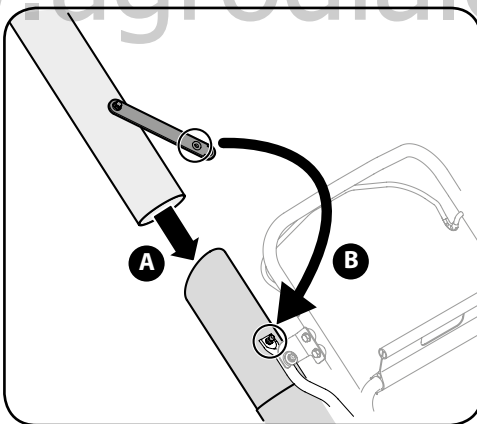

Рисунок 4-6
- б. Прикрепите жгут удлинителя шланга к штырьку на шланге в сборе. См. рисунок 4-6.